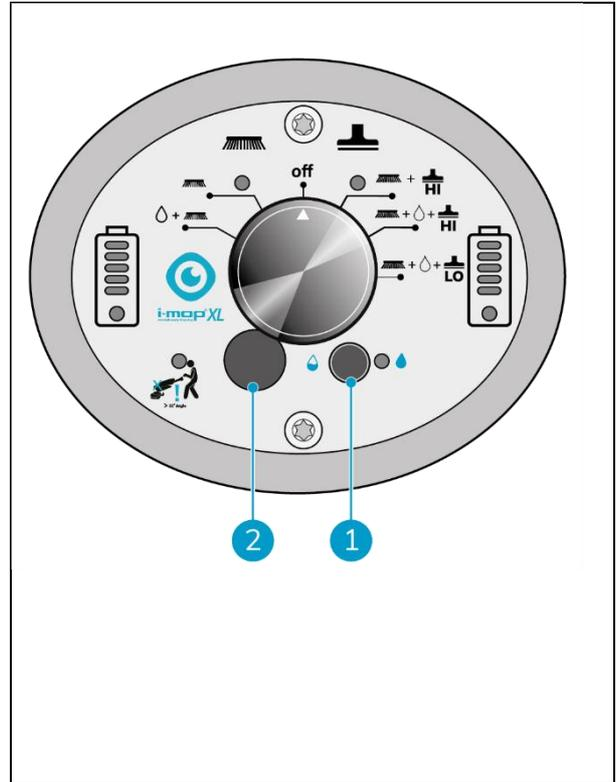

Figura 24
1. Attivare la modalità ECO premendo il pulsante ECO dopo aver selezionato la modalità di pulizia (Figura 24, pos. 1).
3. Per regolare il flusso dell'acqua quando è attivata la modalità ECO, è possibile rimuovere il tappo di gomma (Figura 24, pos. 2) e utilizzare un piccolo cacciavite a testa piatta per modificare la portata sul quadrante sotto il tappo. Vedere la tabella della portata qui sotto.